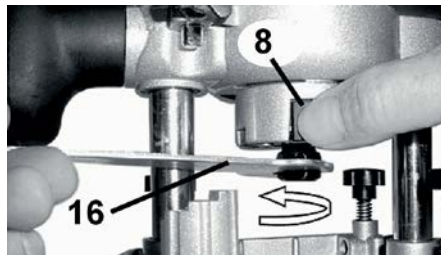

Рисунок 2
- за допомогою гайкового ключа (16, рис. 2), з комплекту поставки, відкрутити/закрутити цанговий патрон.
- за допомогою ключа (16, рис. 2) з комплекту поставки, послабити цанговий патрон та витягнути робочу фрезу;